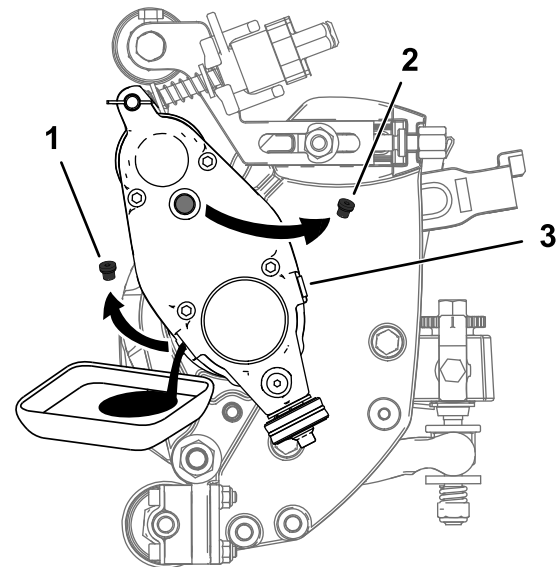

Bild 26
5. Kippen Sie die Schneideinheit senkrecht, bis der Ablassanschluss unten ist, um ein komplettes Ablassen sicherzustellen (Bild 26).